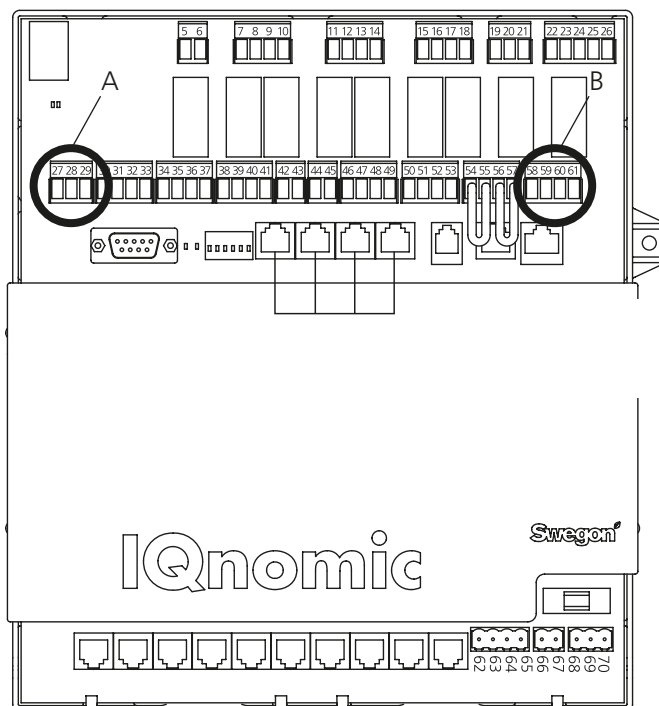

Fig. 5
Tilslut strømmen 24 VAC til klemmerne Vin+ (24) og GND (23). Strømmen kan hentes fra aggregatets styreenhed, se nedenfor og B i fig. 5.
Tilslut netværk fra kommunikationsenheden GOLDen GATE til styreenheden GOLD (A i fig. 5). Brug et 3-leder-kabel.